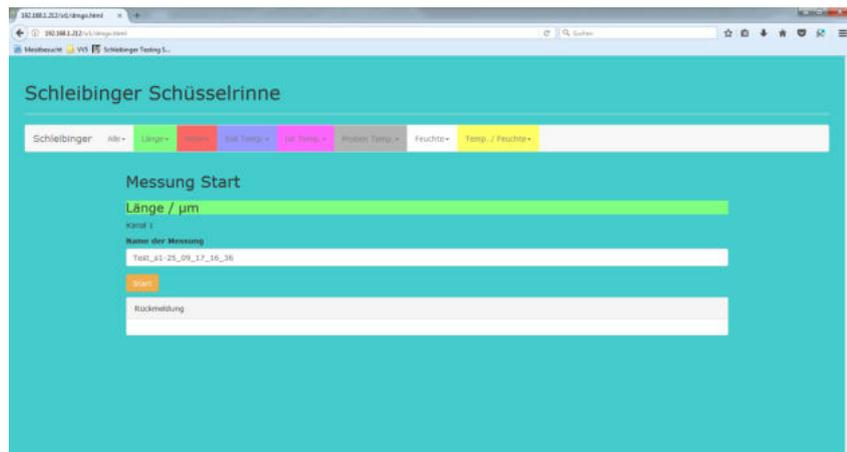

Abbildung 25: Start der Messung für den einzelnen Kanal
- Klicken Sie auf den Menüpunkt **Start** (Abb. 25).